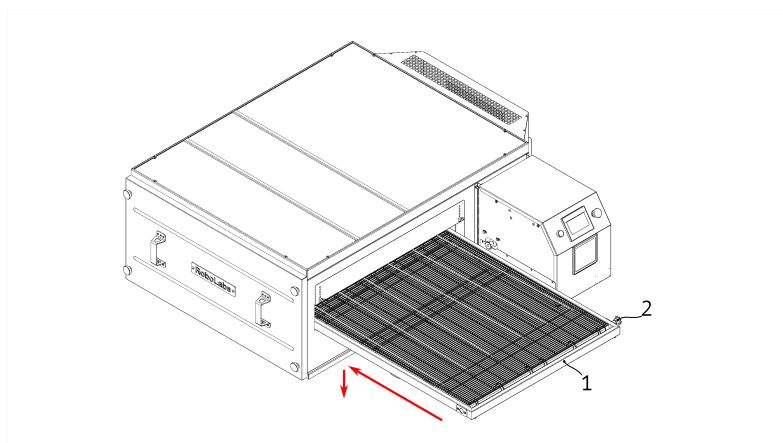

Рисунок 4
4. Установите конвейер (1) в корпус печи, обратите внимание на положение звёздочки (2) приводного вала конвейера, см. Рис. 4.